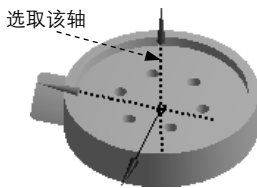

图 3.4.6 定义轴参考
(1) 选择轴参考元素。单击以激活 **Axis** 文本框，选取图 3.4.6 所示的轴线为参考元素，单击 **Apply** 按钮确认。
(2) 定义参数。在 **FD2, Angle** 文本框中输入圆形阵列角度数值，此处采用系统默认设置，在 **FD3, Copies (>0)** 文本框中输入数值 20。